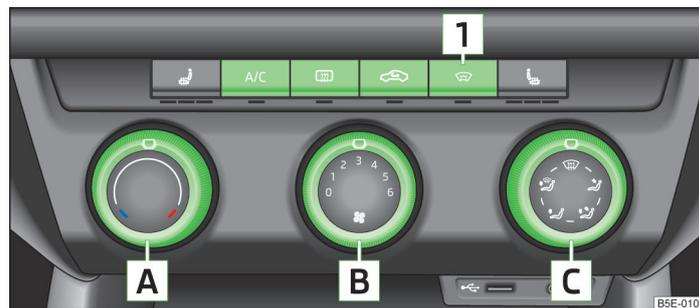

Fig. 108 Climatiseur : Organes de commande
- ✓ **A/C** » fig. 108 à la page 105 activé.
**Fonctions de chaque organe de commande » fig. 108 :**
Le mode recyclage de l'air ambiant se désactive automatiquement lorsqu'on place le régulateur de répartition de l'air  » fig. 108 à la page 105 sur la position . Un actionnement répété de la touche de symbole  permet de réactiver le recyclage de l'air intérieur également dans cette position.